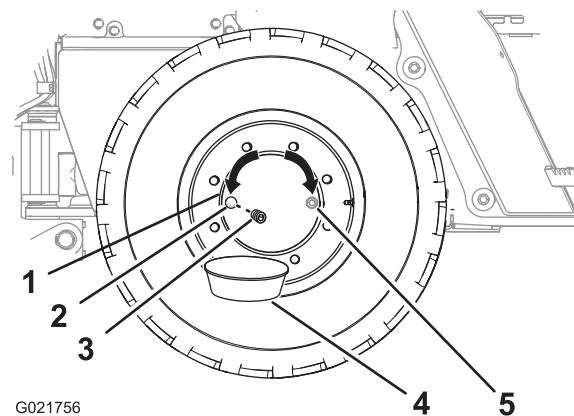

Figura 89
- Spostate la macchina avanti o indietro al fine di posizionare il tappo dell'olio del mozzo nella posizione ore 3 o ore 9 nell'orologio (Figura 89).
- Mettete una bacinella di spurgo sotto il tappo del mozzo della ruota (Figura 89).
- Rimuovete il tappo dal relativo mozzo (Figura 89).
- Verificate che il livello dell'olio sia alla base della filettatura del foro del tappo dell'olio (Figura 89).
8. Montate il tappo nell'apposito foro del mozzo della ruota (Figura 89).